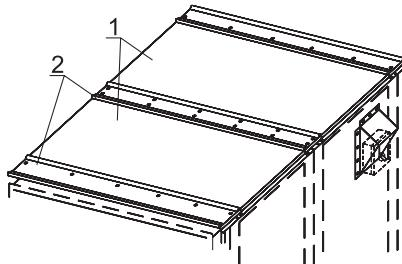

Рисунок 3
Перемычки (2) нужно выставить симметрично между боксами, совместив соответствующие отверстия в них с отверстиями (1) (листы металла) и закрепить болтами M6 с шайбой (рис.3).